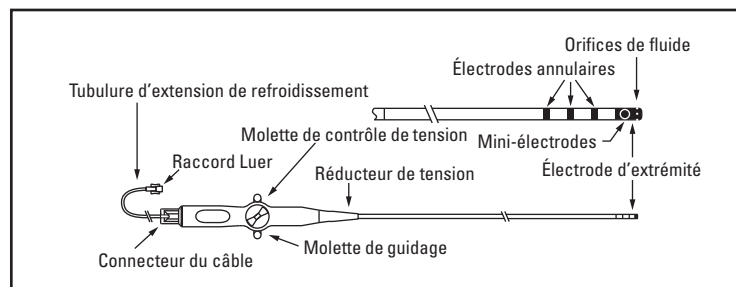

Figure 1. Cathéter d'ablation à irrigation ouverte IntellaTip MiFi
Le cathéter d'ablation à irrigation ouverte IntellaTip MiFi (ci-après « cathéter IntellaTip MiFi OI ») est un cathéter d'ablation à irrigation ouverte quadripolaire de 7,5 F (2,5 mm) conçu pour fournir de l'énergie de radiofréquence (RF) à l'électrode d'extrémité du cathéter de 4,5 mm pour l'ablation cardiaque. Le dispositif comprend trois mini-électrodes de diagnostic intégrées dans l'électrode d'extrémité, qui sont conçues pour fournir une haute résolution supplémentaire et des informations d'électrocardiogramme localisées. La figure 1 illustre le cathéter IntellaTip MiFi OI.